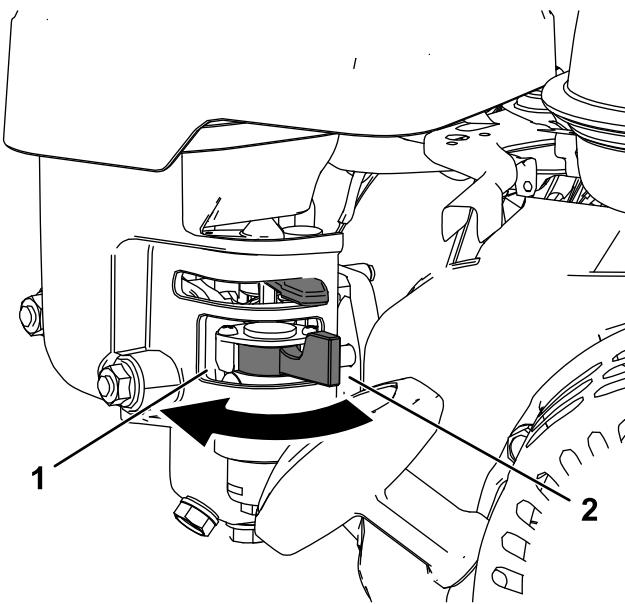

图19
- 要打开燃油阀请将燃油切断控制杆转向反冲启动手柄图19。
- 要关闭燃油阀请将燃油切断控制杆转离反冲启动手柄图19。